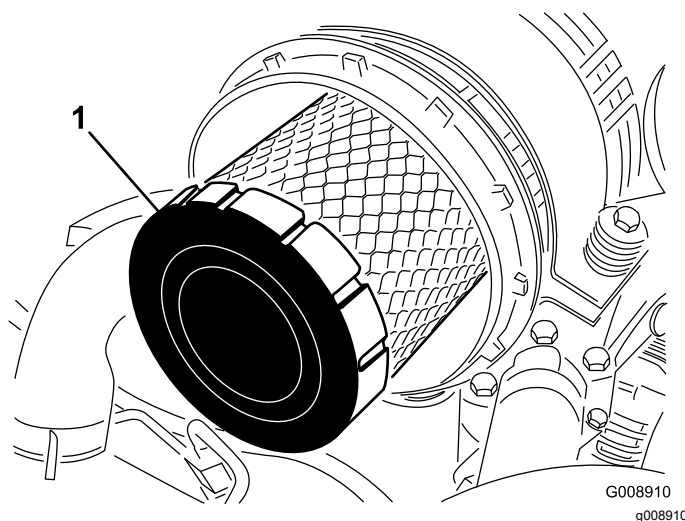

Рисунок 52
4. Снимите и замените фильтр первичной очистки (**Рисунок 52**).